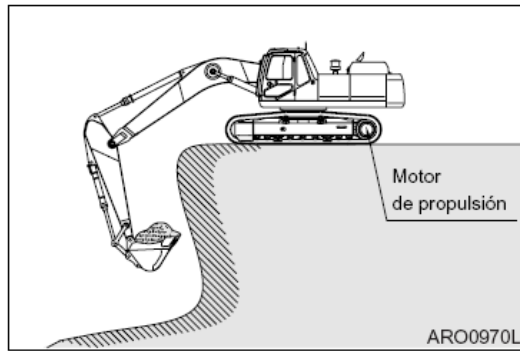

Figura 57
9. Cuando trabaje próximo a un borde excavado, asegúrese de que la superficie sobre la que se encuentra la máquina es lo suficientemente sólida como para soportar su peso. Mantenga los motores de propulsión en la parte de atrás. Consulte Figura 57.